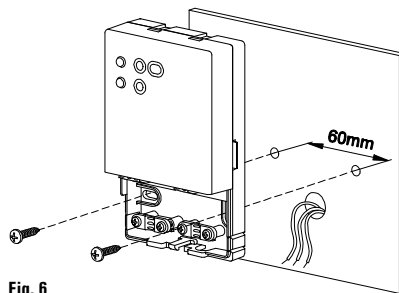

Fig. 6
- 5 Fixați placa pe perete prin cele 2 locașuri ptr. șuruburi cu ampatament 60 mm (folosiți Șuruburile și / sau diblurile din dotare) - Fig. 6